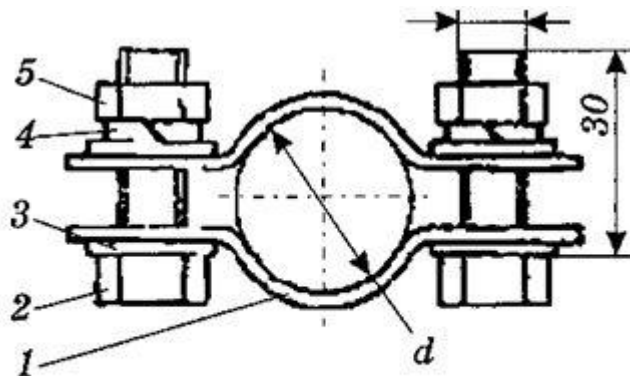

Рис. 13. Зажим типа ЗБ2.
5. Назовите элемент 1, изображенный на рис. 13: